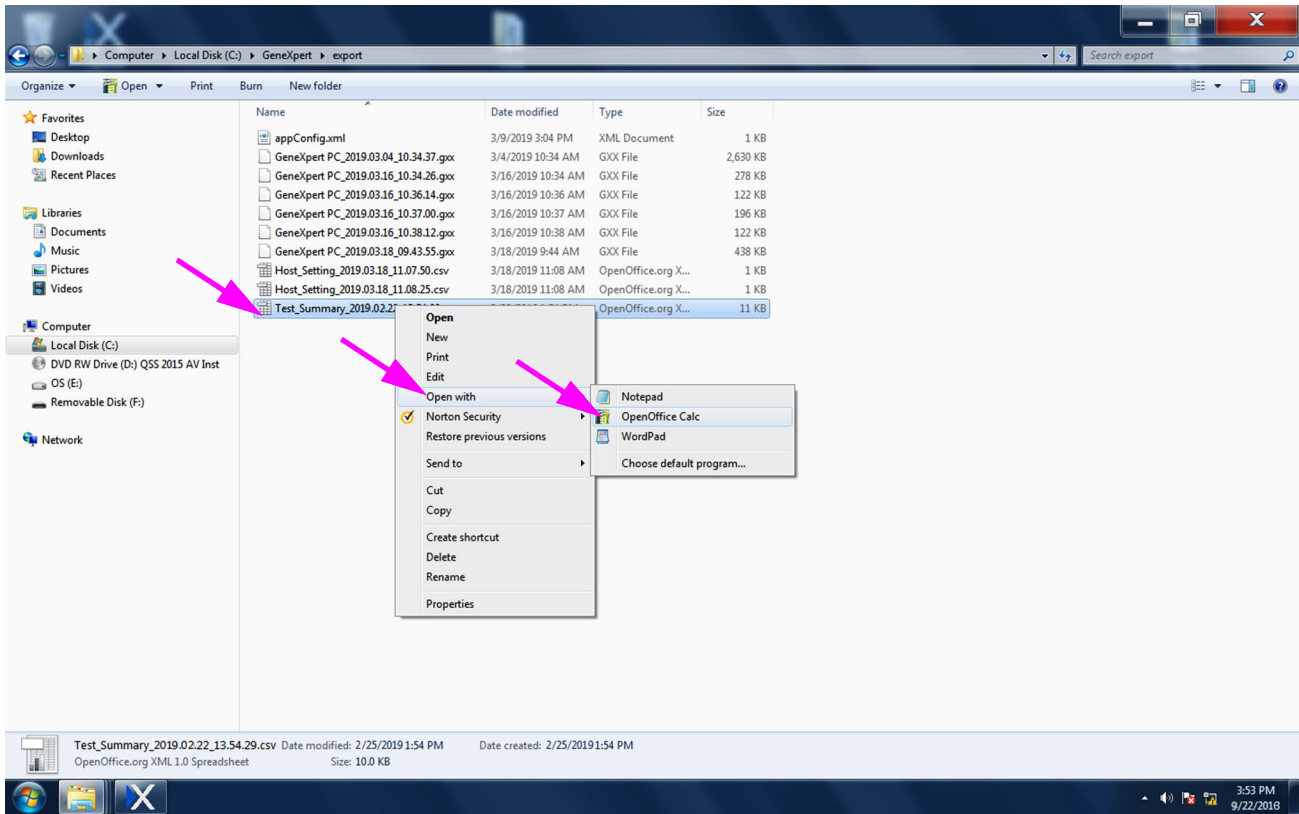
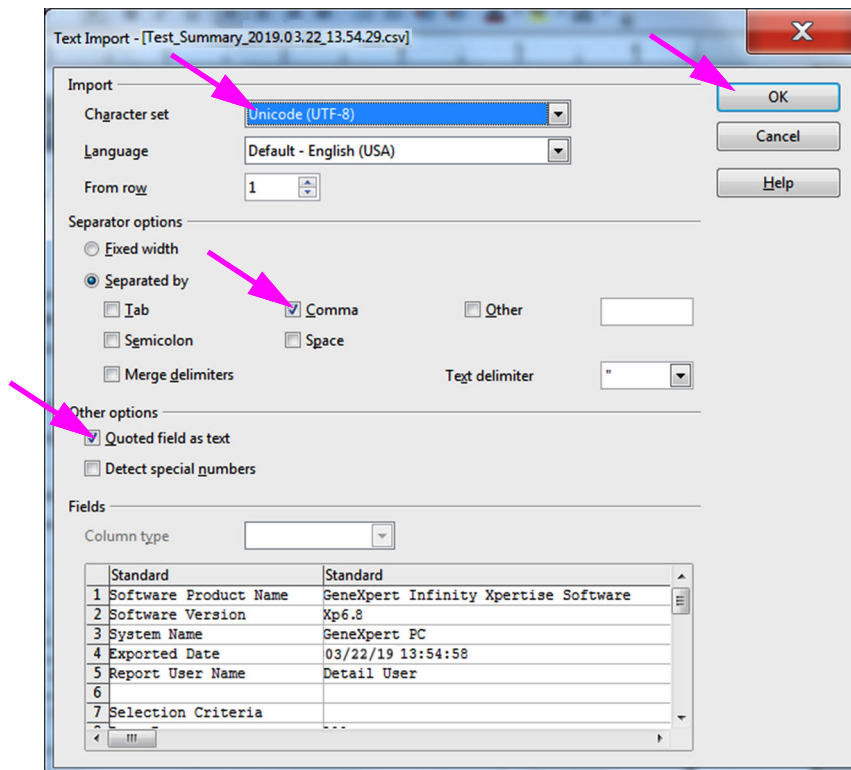

图 C-11. 以 Apache OpenOffice 打开 .csv 文件
图 C-12. 带选中正确设置的文本导入 (Text Import) 屏幕
- 在 **导出 (Export)** 文件夹中，右键单击您要打开的 .csv 文件。当下拉菜单显示时，单击 **打开方式 (Open with)** 并选择 **OpenOffice Calc**（参见 图 C-11）。将显示文本导入 (Text Import) 对话框。请参见 图 C-12。
- 在文本导入 (Text Import) 对话框中，确认已勾选 **逗号 (Comma)** 和 **作为文本引用的字段 (Quoted field as text)** 左侧的复选框。请参见 图 C-12。